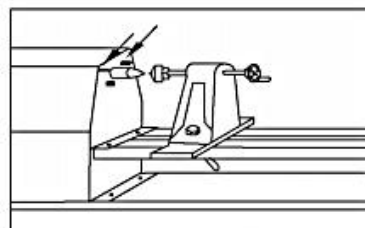

Figure 2
3. Lösen Sie die vier Sechskantschrauben um die Antriebsmitte (siehe Abbildung 2).